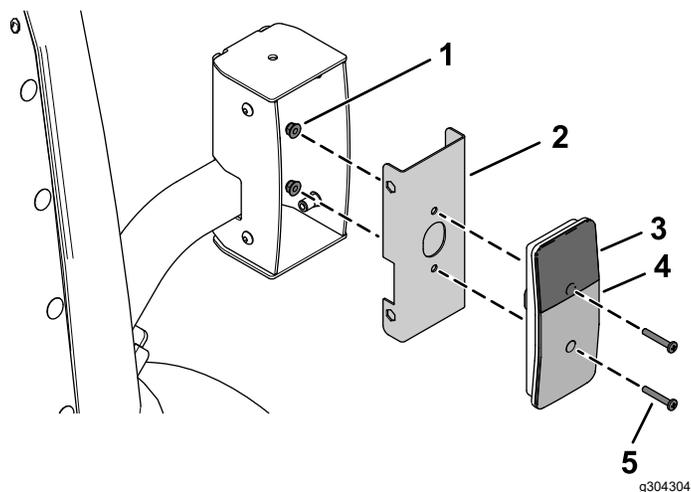

**Bild 29**
5. Verlegen Sie den mit HUPE (P13) beschrifteten Kabelbaumstecker an der Hupe. Schließen Sie den Kabelbaum an der Hupe an (Bild 29).